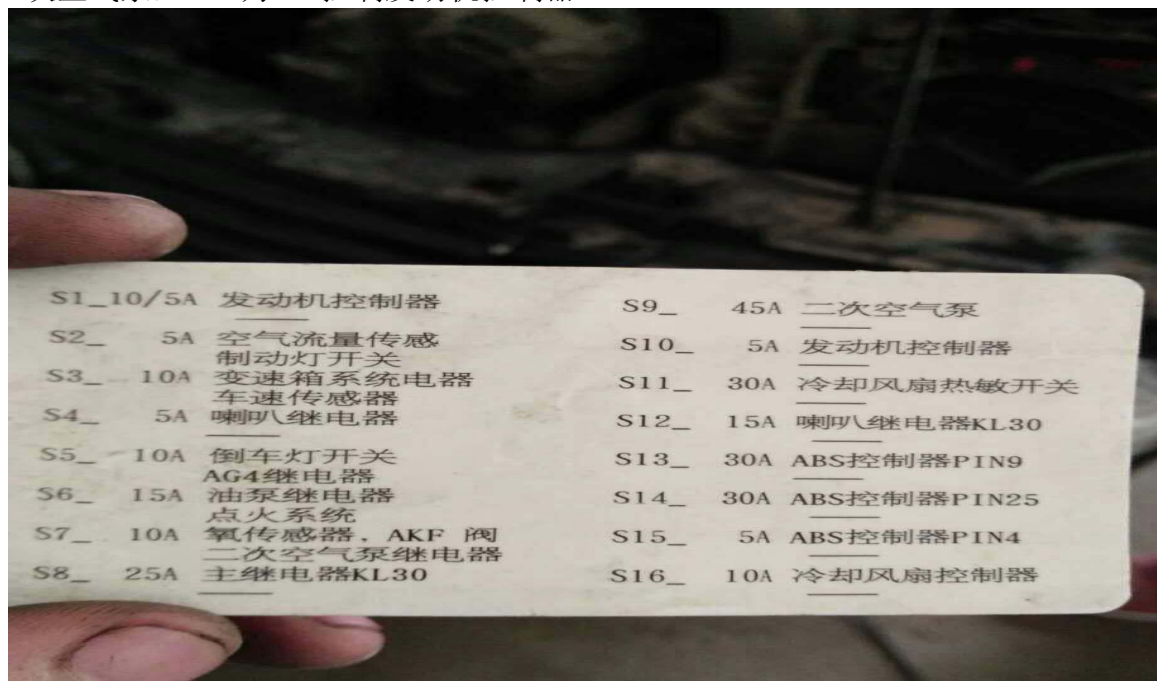

图 4
3). 根据保险盖板上释义, 如下图 4, S8 为 25A 保险控制主继电器 KL30, S9 为 45A 保险控制二次空气泵, S10 为 5A 控制发动机控制器。